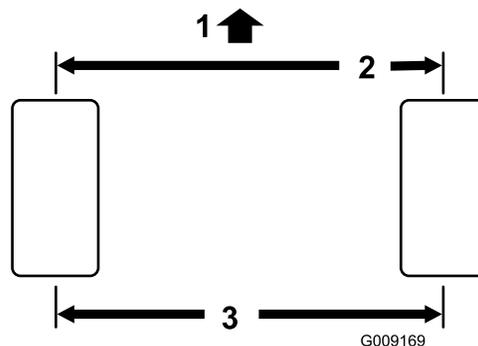

Figure 101
**Remarque:** Le pincement des roues arrière est correct si la différence de mesure entre les roues avant et arrière est 6 mm ( $\frac{1}{4}$  po) ou moins (Figure 101).